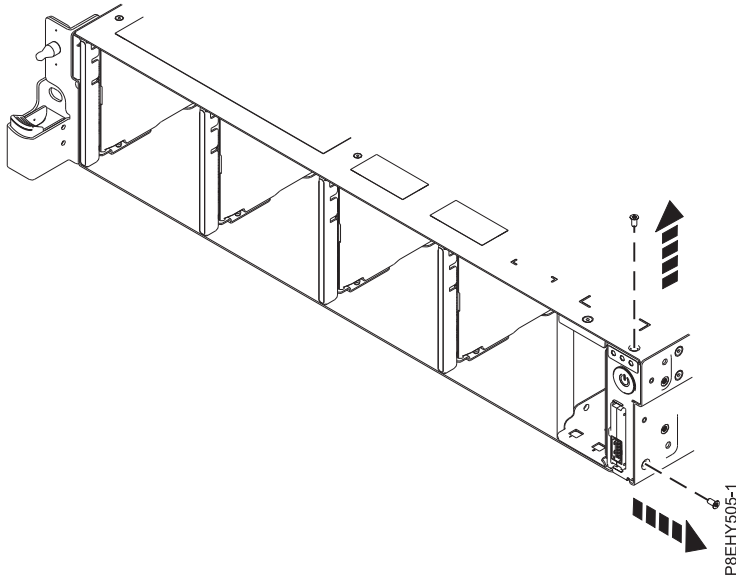

Figure 105. Retrait des vis de la partie supérieure et de chaque côté
8. Retirez les vis de la partie supérieure et de chaque côté de l'interrupteur d'alimentation. Voir figure 105, à la page 92.